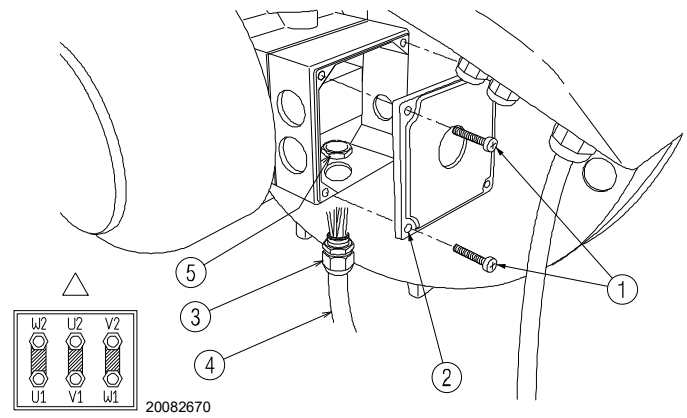

Abb.21
- für den Zugriff auf das Motorgehäuse die vier Schrauben 1)(Abb.21) lösen und den Deckel 2) abnehmen;
- Das Kabel 4) mit dem jeweiligen Anschluss am Motorgehäuse installieren und es sorgfältig mit der Nutmutter 5) befestigen (Abb.21).
- Eine abschließende Sichtprüfung durchführen und durch Eindrehen der 4 Schrauben 1)(Abb.21) das Motorgehäuse schließen.